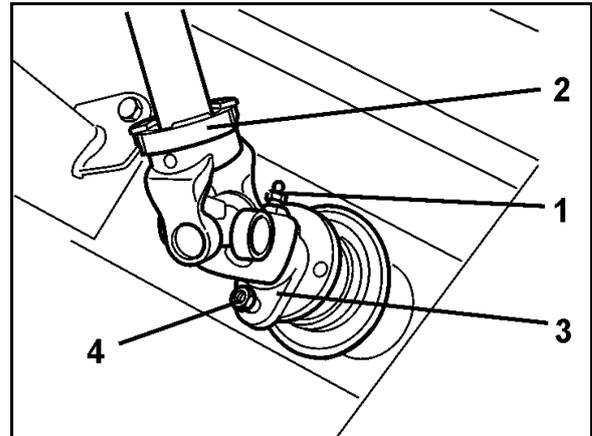

Fig. 96
1. Lösen des Kegelschmiernippels (Fig. 96/1) in der Anschlussgabel (Fig. 96/2) der Gelenkwelle.
2. Entfernen der Scherschraube (Fig. 96/4) zwischen Gabelflansch (Fig. 96/3) der Gelenkwelle und Flansch der Getriebeeingangswelle.